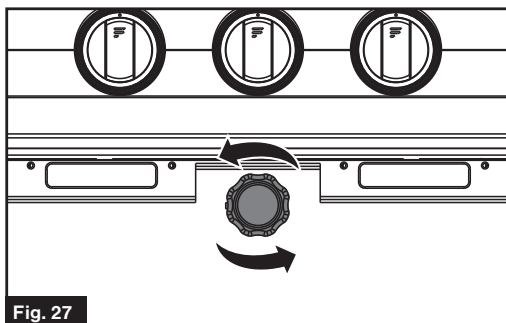

Fig. 27
2. Retire la tapa de vidrio del portalámparas. (Fig. 27)